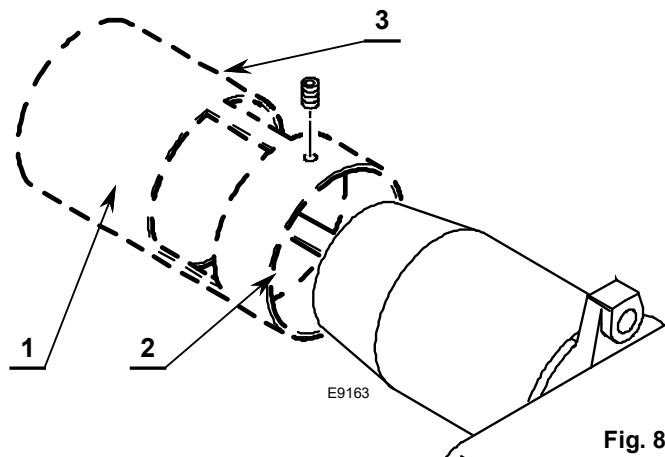

Fig. 8
- inserire se necessario il tubo di ricircolo 1)(Fig. 8) sul bocchaglio del bruciatore 2) e fissarlo con la vite 3).